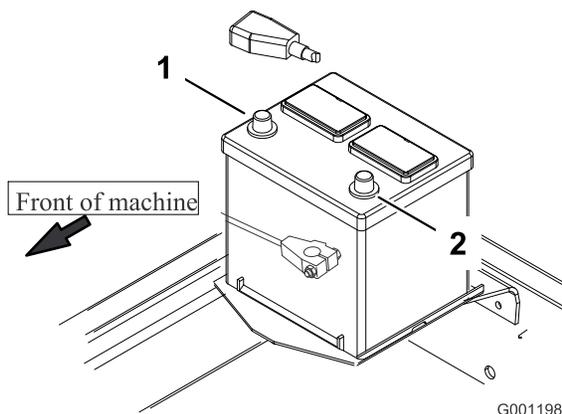

図 11
8. まず赤いプラスケーブルをバッテリーのプラス端子に、次に黒いマイナスケーブルをバッテリーのマイナス端子にはめる 図 11。さらに、ショート防止のためにプラス端子にゴムカバーを取り付ける。